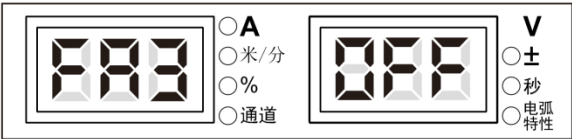

图 3-33 FA3 显示界面
1. 进入内部菜单，调节焊接电源面板旋钮至 FA3，数码管显示如图 3-33 所示。